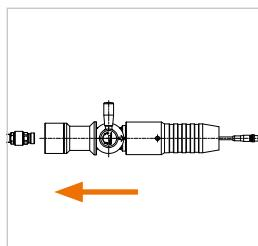

Figure 6
- ▶ Insérez le nozzle de ravitaillement dans le réceptacle du véhicule jusqu'en butée et maintenez le nozzle dans cette position (position OFF) (*Figure 6*).